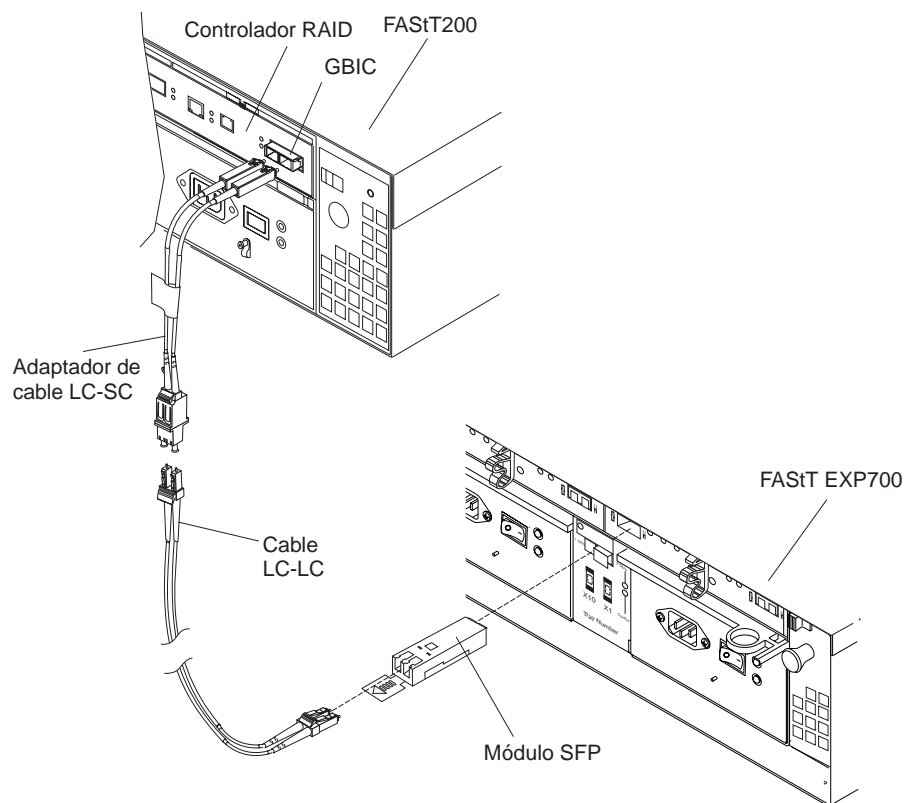

Figura 29. Conexión de la unidad FAST200 a la unidad FAST EXP700
2. Sírvase de la Figura 29 como guía y lleve a cabo los siguientes pasos para conectar la unidad FAST200 a la unidad FAST EXP700: